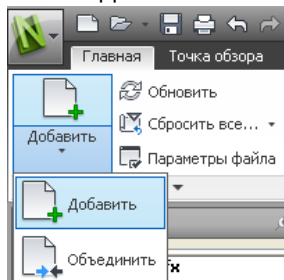

Рис. 130
3. На вкладке **Главная** ленты нажмите **Добавить** (Рис. 130).